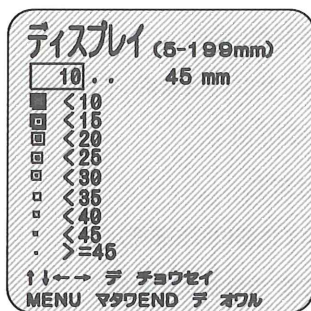

図22
7. 6. 6. ディスプレイの設定は、図16を表示させたあと、☐ ディスプレイにカーソルを合わせSTARTキーを押してください。図22が表示されます。 * Model Scanlogのみ